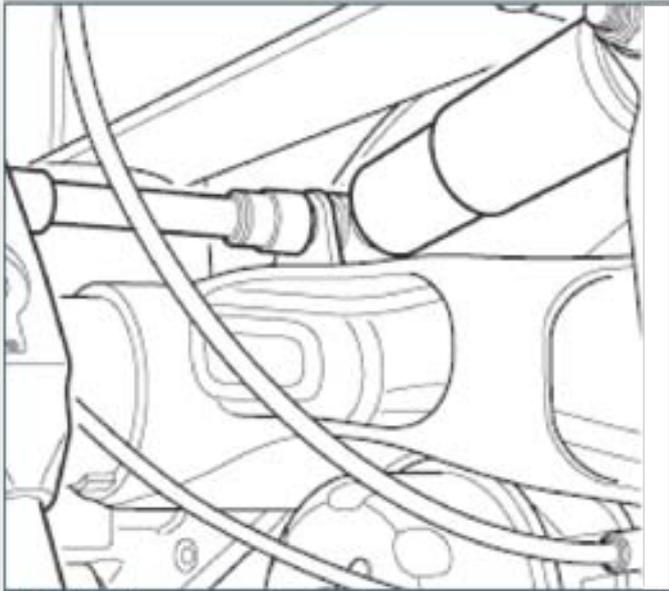

Abb. 4.13
1. Bringen Sie den Anhänger in die normale Fahrhöhe (unbeladen) und bauen Sie mit einem Steck- und Ringschlüssel 36 mm die Muttern und Unterlegscheiben von den unteren und oberen Bolzen des Stoßdämpfers ab (Abb. 4.13 und 4.14).